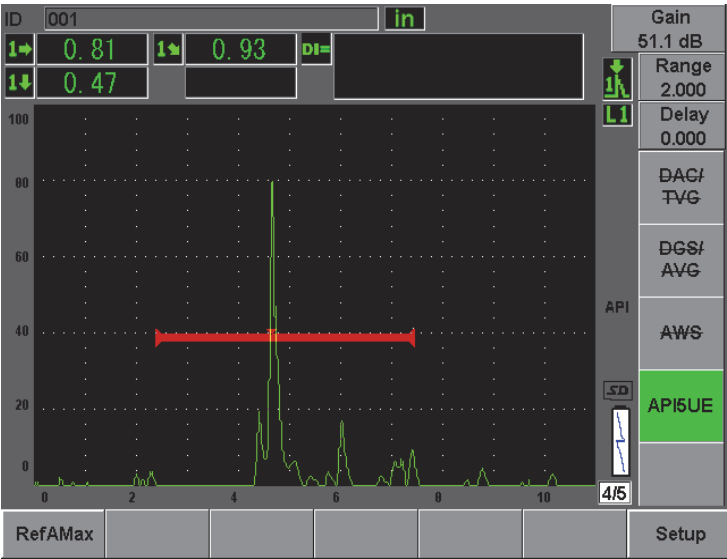

图 12-25 存储 $A_{\max}$ （最大波幅）点
5. 按 [P1] RefAMax，存储 $A_{\max}$ （最大波幅）点，然后按 [P1] 确认（参见第 259 页的图 12-25）。